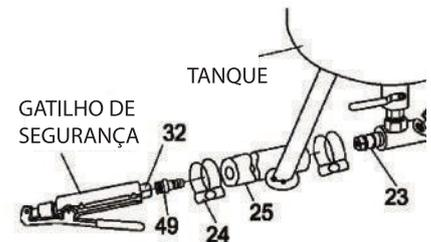
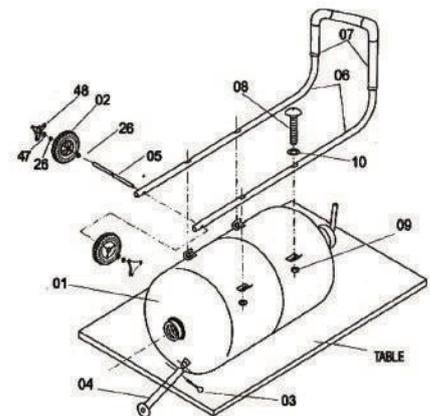

Figura 1
Figura 2
1. Siga o diagrama à direita para instalar os vários componentes (Figura 1).
2. Deslize as duas braçadeiras (24) sobre cada extremidade da superfície da mangueira abrasiva (25).
3. Pressione uma extremidade da mangueira sobre o bocal do tubo de saída do abrasivo (23).
5. Coloque o tanque abrasivo em uma superfície plana (como bancada de trabalho ou mesa), com os suportes de montagem voltados para cima. (Figura 2)
6. Alinhe os 4 orifícios do manípulo (06) com os quatro furos nos suportes de montagem do reservatório. Nota: Mantenha a extremidade curva da pega virada para cima.
7. Coloque uma anilha (10) em cada um dos quatro suportes parafusos de montagem (08) e inseri-los em cada dos quatro buracos.
8. Coloque uma porca (09) no final de cada parafuso e aperte firmemente com uma chave.
9. Localize o Eixo da Roda (05) e deslize-o pelos orifícios do eixo localizados na parte inferior do reservatório.
10. Deslize a anilha de roda (26) em cada extremidade do eixo da roda.
11. Deslize uma roda (02) em cada extremidade do eixo da roda.
12. Deslize uma roda Arruela (26) em cada extremidade do eixo da roda.
13. Usando um alicate de pressão, instale anilha de pressão (47) em cada extremidade do eixo da roda. Nota: eixo da roda tem uma ranhura cortada - o anel elástico deve repousar nesta ranhura para que não escorregue o eixo da roda.
14. Aperte firmemente as tampas das rodas (48) no lugar sobre as rodas.